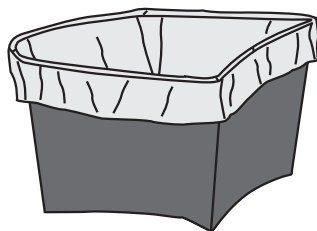

Fig. 6
- ⚠ **Conseil** (seulement pour les modèles ES500, ES500S et ES700) : Pour réduire au minimum les opérations de nettoyage, on conseille de positionner un sachet en plastique biodégradable à l'intérieur du conteneur à pulpe en repliant le bord du sachet sur et à l'extérieur du conteneur à pulpe (voir Fig. 6). En utilisant ce système, on pourra, à la fin des opérations, jeter les déchets directement dans les récipients pour les déchets biodégradables.
Conseil (seulement pour les modèles ES500, ES500S et ES700) : Pour réduire au minimum les opérations de nettoyage, on conseille de positionner un sachet en plastique biodégradable à l'intérieur du conteneur à pulpe en repliant le bord du sachet sur et à l'extérieur du conteneur à pulpe (voir Fig. 6). En utilisant ce système, on pourra, à la fin des opérations, jeter les déchets directement dans les récipients pour les déchets biodégradables.